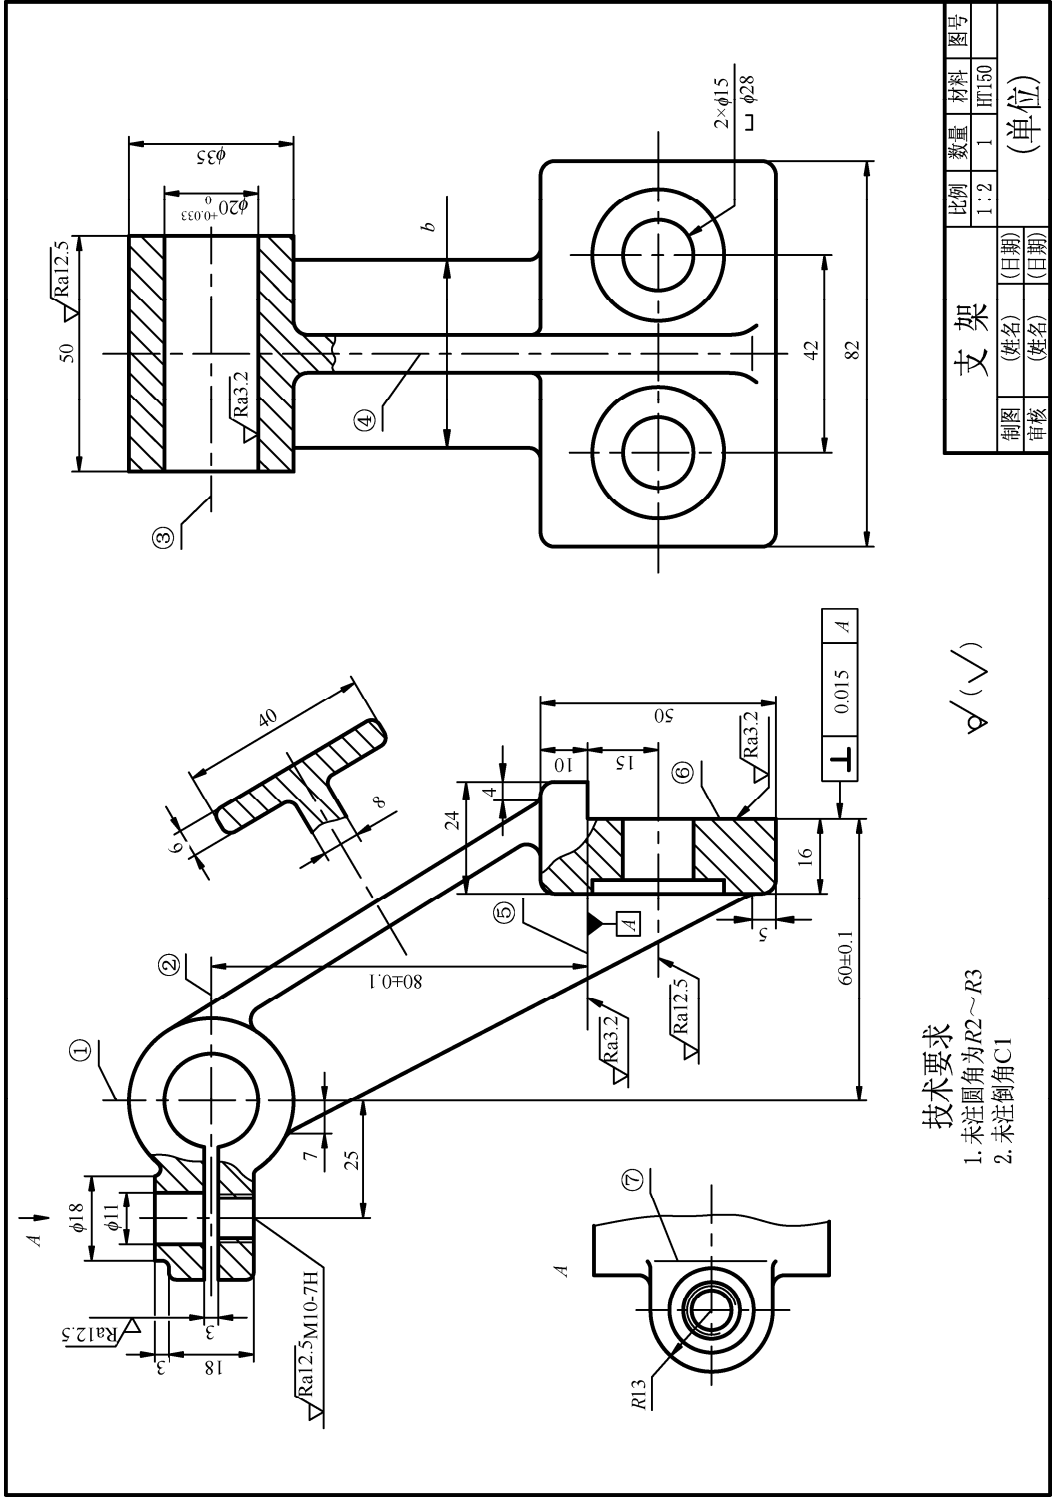

图 3-4
4. (本小题共 12 分, 每空 1 分, 画图 6 分) 看懂图 3-4 所示零件图, 回答下列问题: